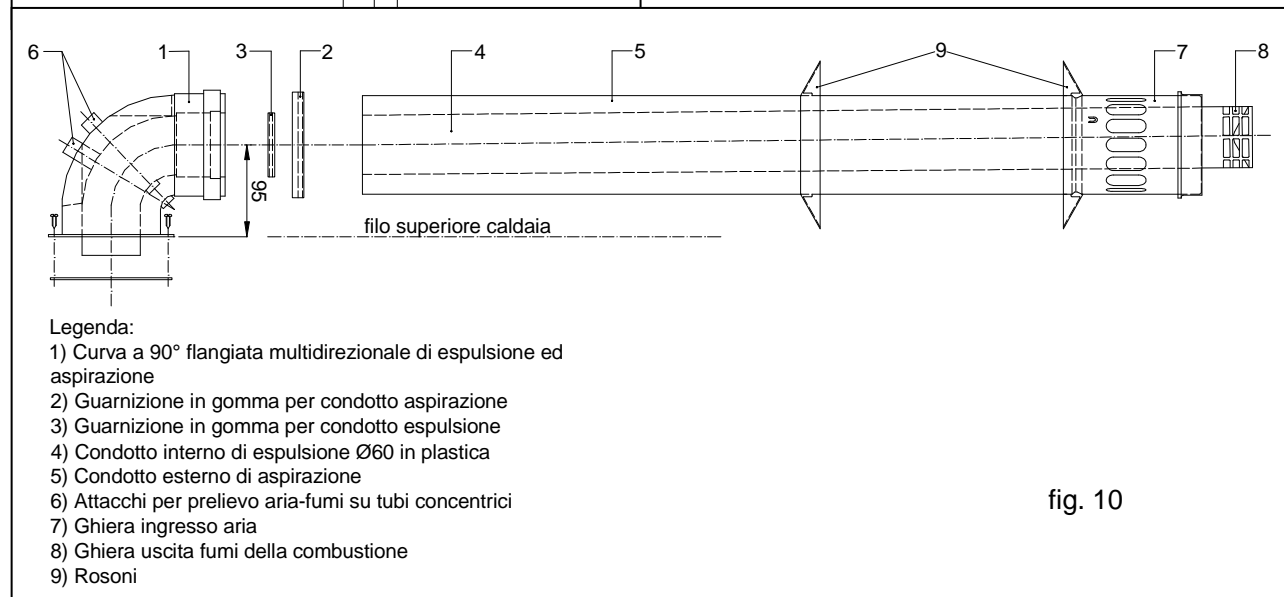

fig. 10
2. Prima di infilare il condotto nel foro praticato sul muro inserire il rosone posizionato dalla parte del terminale (9 fig. 10) nell'apposito incavo.
3. Infilare sul condotto il rosone posizionato sul lato interno (9 fig. 10).
Predisporre le guarnizioni (2) e (3) di fig. 10 nella curva. Spingere a fondo i condotti di espulsione e esterno di aspirazione nella curva. Ogni prolunga o ulteriore curva dovrà essere installata garantendo la tenuta con l'applicazione delle relative guarnizioni in gomma a corredo. Ogni pezzo orizzontale o verticale sarà inoltre bloccato a muro o soffitto da idoneo sostegno. Nel caso di necessità di una prolunga verticale, la parte